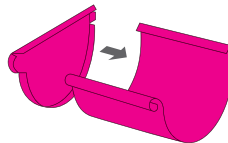

рис. 3
- ▶ Укладка утеплителя (в утепленном фасаде) и гидроветрозащиты – рис. 3 (утепленный) и рис. 4 (неутепленный). Плиты утеплителя крепят дюбелями типа «гриб», утапливая шляпку в утеплителе (рис. 5). В качестве гидроветрозащиты используйте мембрану Folder XZ Protector.
На торцы желоба, не стыкующиеся с другими элементами, установите заглушки (рис. 3). Загерметизируйте все стыки силиконовым герметиком.